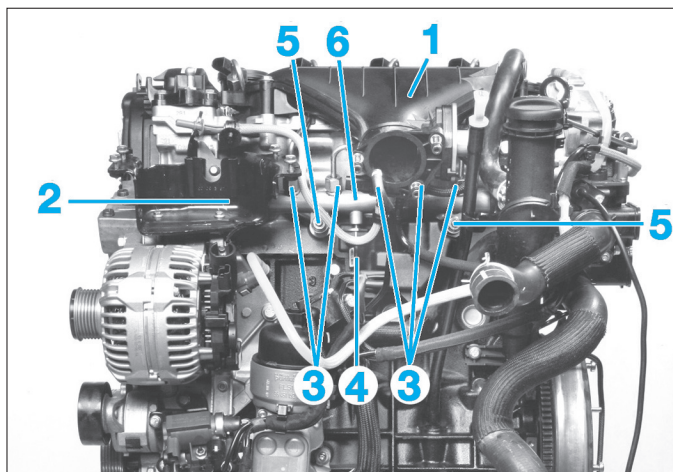

Fig. 34
- le collecteur d'admission (1) et ses joints (Fig.34),
- le support de filtre à carburant (2),
- les canalisations haute pression (3),